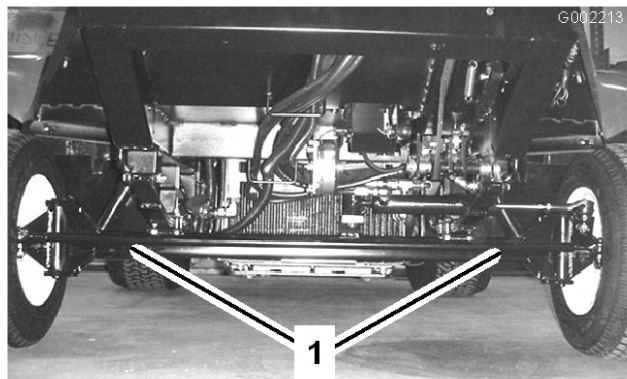
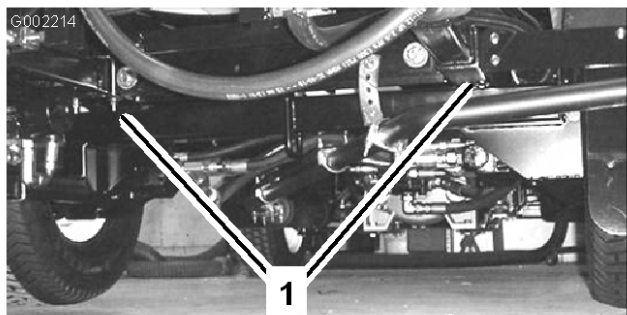

図 26
図 27
2. 牽引ロープを取り付ける。車両前後のロープ掛けポイントについては図 26 と図 27を参照。